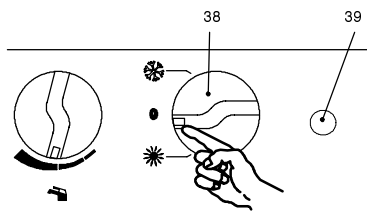

fig. 2.3
In caso di mancata accensione o dello spegnimento anomalo del bruciatore, il dispositivo di accensione si blocca interrompendo l'afflusso di gas; la spia di segnalazione inizia a lampeggiare (39 in fig. 2.3).
Per sbloccare il dispositivo di accensione ruotare il commutatore di funzione (38) come indicato in fig. 2.3.